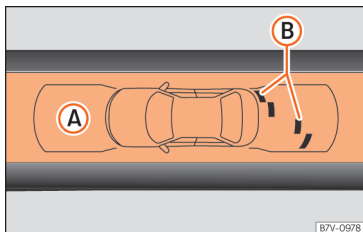

**Fig. 274** Indicación del OPS en pantalla: (A) zona registrada delante del vehículo; (B) se ha detectado un obstáculo en el segmento.
El gráfico mostrado representa las zonas supervisadas en varios segmentos. A medida que el vehículo se acerca a un obstáculo, más se acerca el segmento al vehículo representado » fig. 273 (B) y » fig. 274 (B). A más tardar, cuando se muestra el penúltimo segmento, se ha llegado a la zona de colisión. ¡Deténgase!